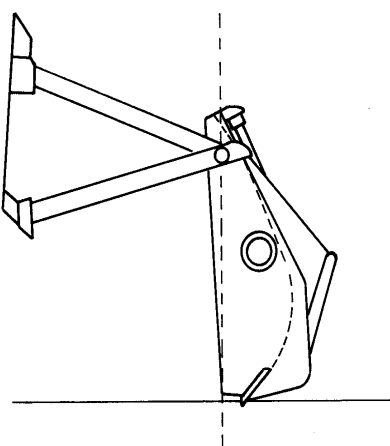

Рис. 4.42. Многооперационный ковш в положении бульдозерного отвала
2. При полном открытии поворотной скобы многооперационного ковша он может быть использован в качестве бульдозерного отвала. При рытье ковш следует устанавливать так, как это показано на Рис. 4.42. Если перерабатываемый грунт твердый или замерзший, то в первую очередь его надо разрыхлить (размягчить) на участке производства работ, а затем грунт можно перерабатывать экскаватором-погрузчиком. Можно сорвать (разрыхлить) твердый слой только на небольшом участке рабочей территории, а затем выбрать грунт на этом участке до заданной глубины, после чего перейти к следующему участку и т.д. Это исключит необходимость повторно разрыхлять всю территорию рабочего участка тогда, когда грунт снова замерзнет в случае длительного перерыва в производстве работ. При рыхлении твердого слоя нельзя производить поворот экскаватора-погрузчика для того, чтобы избежать поломки или изгиба зубьев ковша, особенно тогда, когда зубья ковша заглублены в грунт.